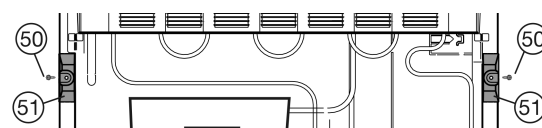

Fig. 15
- Dévisser les vis Fig. 15 (50) et retirer les pièces d'écartement Fig. 15 (51).